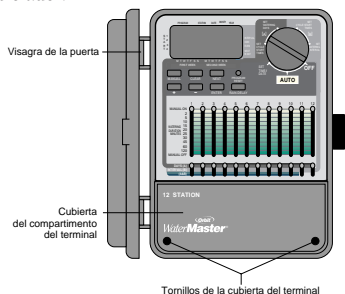

FIGURA 21: Controlador de exterior. Vista de la cubierta de los terminales
- Retire la cubierta del compartimento de los terminales destornillando los dos tornillos y tirando de la cubierta de plástico hacia delante [Vea la Figura 21].